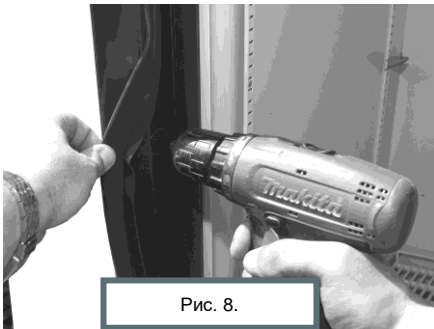

Рис. 8.
2. Коронкой диаметром 22 мм просверлить отверстие для замка Promix-SM131.10 (см. рис. 8).